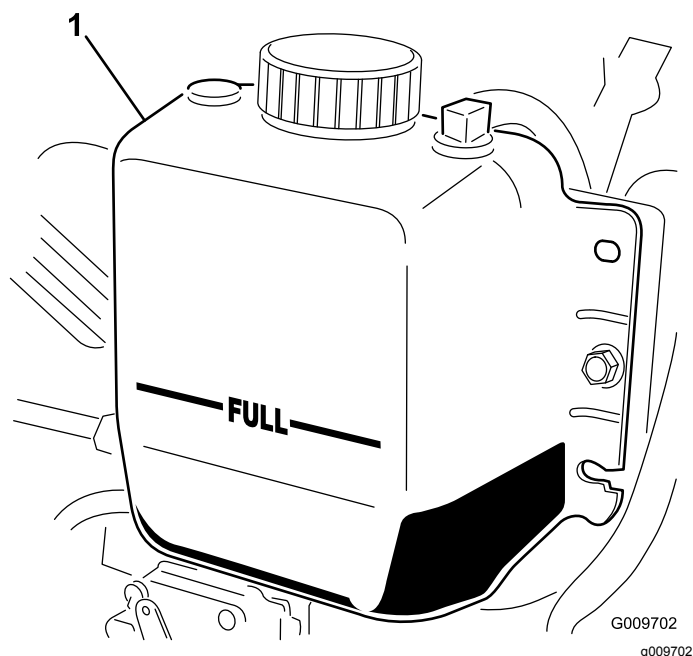

Figura 74
2. Controllate il livello del refrigerante nel radiatore. Il radiatore deve essere riempito fino alla parte superiore del collo del bocchettone ed il serbatoio di espansione fino al segno di pieno FULL (Figura 74).